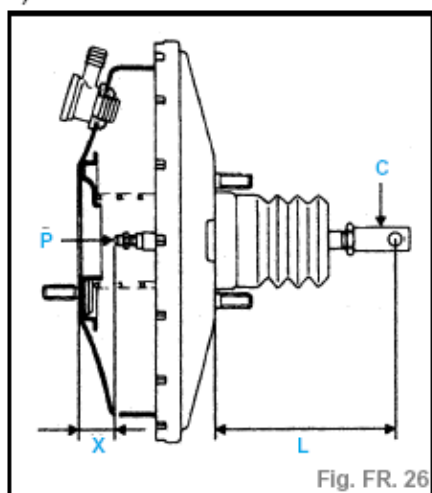

Fig. FR. 26
- Réglage selon modèle par la tige (**P**) (fig. FR. 26).
- Avant le remontage, vérifier (fig. FR. 26) :